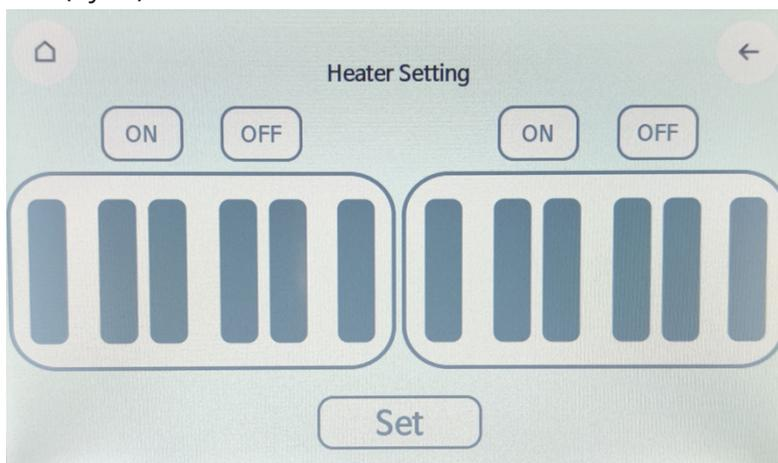

Figure 13. Menu Heater Settings (Paramètres du dispositif de chauffage) dans l'interface tactile de l'IndiMag 48s.
4. Dans le menu Heater Settings (Paramètres du dispositif de chauffage), **assurez-vous que tous les éléments de chauffage sont hors tension.** Les éléments du chargeur de plaque doivent être grisés (Voir la figure 13 ci-dessous pour l'illustration). Appuyez sur « Set » (Définir) pour ouvrir le menu Run (Cycle).